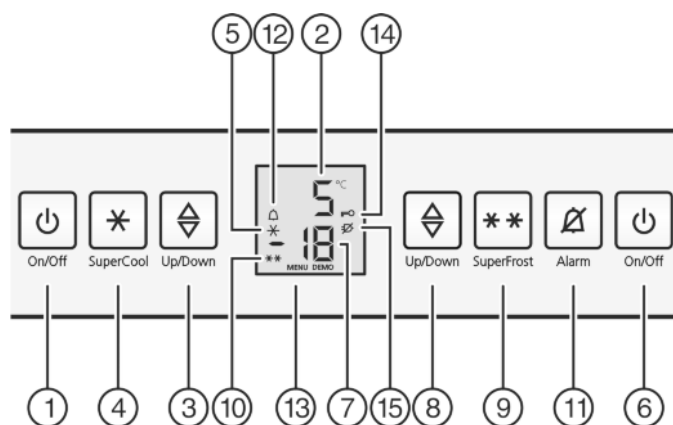

Fig. 2
- ▶ Taste On/Off Gefrierteil Fig. 2 (6) drücken.
- ▶ Taste On/Off Kühlteil Fig. 2 (1) drücken.
- ▶ Einstellmodus aktivieren: Taste SuperFrost Fig. 2 (9) ca. 5 Sekunden drücken.
- ▷ In der Anzeige wird das Symbol Menu Fig. 2 (13) angezeigt.
- ▶ Mit der Taste SuperFrost Fig. 2 (9) kurz bestätigen.
- ▷ Das Symbol Kindersicherung Fig. 2 (14) leuchtet in der Anzeige.
- ▶ Die Taste On/Off Gefrierteil Fig. 2 (6) kurz drücken.
- ▷ Das Symbol Kindersicherung Fig. 2 (14) erlischt.
- ▶ Taste Alarm Fig. 2 (11) drücken.
Gleichzeitig blinkt die Temperaturanzeige und das Symbol Alarm Fig. 2 (12).
Der Tonwarner verstummt automatisch, das Symbol Alarm *Fig. 2 (12)* geht aus und die Temperaturanzeige hört auf zu blinken, wenn die Temperatur wieder ausreichend kalt ist.